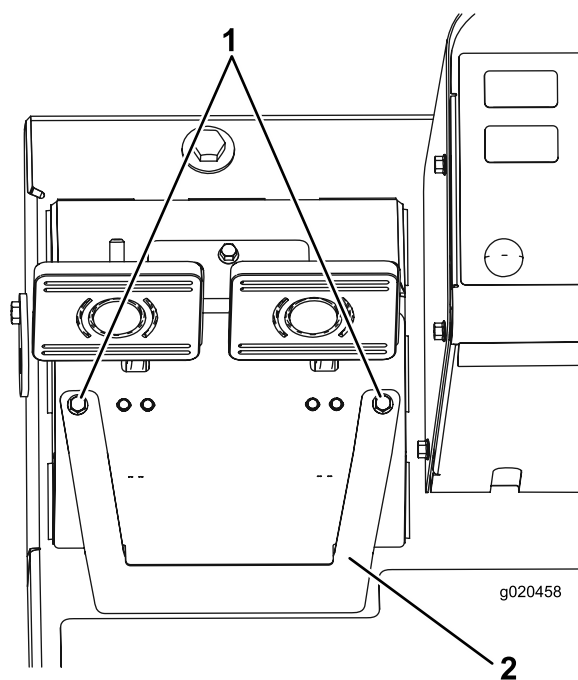

Figura 67
- A. Desaperte os 2 parafusos de montagem e retire a cobertura de ajuste do travão (Figura 67).